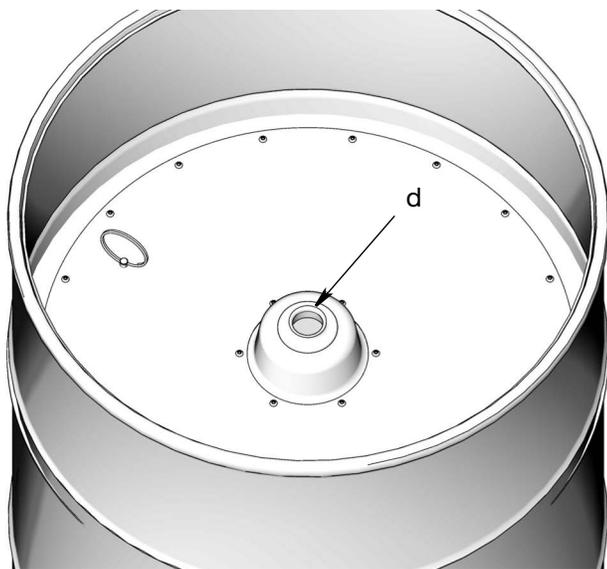

図 8
6. 新しいグリースの上にフォロープレートを置きます (図 8)。グリースレベルがフォロープレート中間の穴とぴったり重なるまで、フォロープレート (d) をグリースレベルまで押し空気を出します。